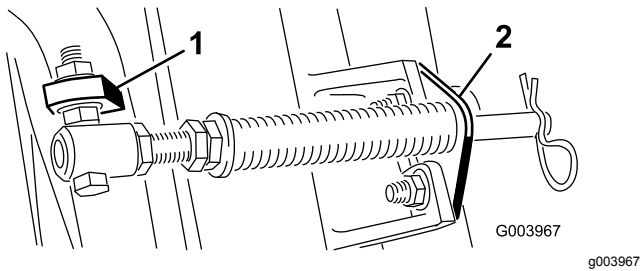

Bild 6
Hinweis: Positionieren Sie den Schraubenkopf zur Außenseite der Nase, wie in **Bild 6** dargestellt.
D. Montieren Sie die Stangenhalterung mit den Schlossschrauben und Muttern an den Schneideeinheitnasen (Bild 6).